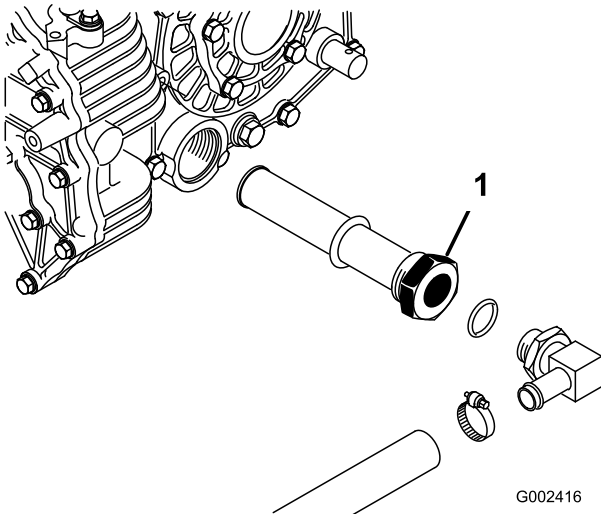

Figure 64
- Notez l'orientation du flexible hydraulique et du raccord à 90° raccordés à la crépine sur le côté du réservoir (Figure 64).